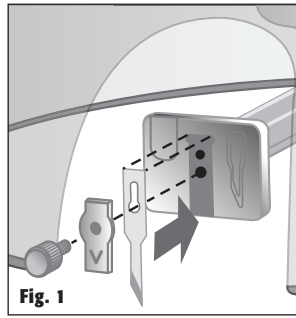

Fig. 1
- 3 Replace the **Blade Cover Plate** with arrow pointing down, and reattach the **Blade Holding Knob** (**Fig. 1**). If you removed the **Scaled Cutting Beam**, replace it now.
- Replacer le couvre-lame (flèche pointant vers le bas) et fixer à nouveau la molette de support de lame (Figure 1). Replacer à présent la verge de découpe calibrée lorsque celle-ci a été retirée.